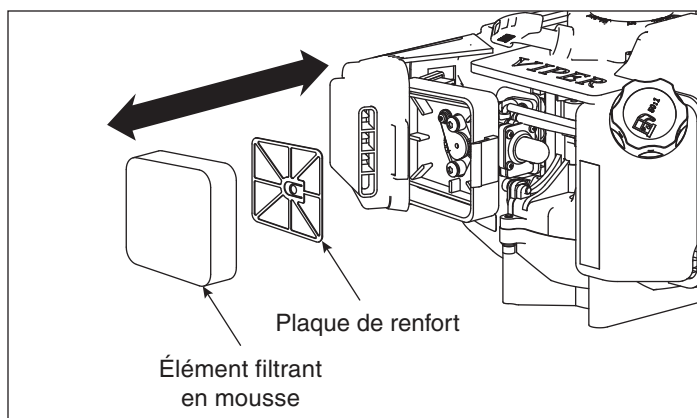

Figure 7
4. Sortir l'élément filtrant en mousse (**VOIR FIGURE 7**) et le remplacer par un filtre neuf huilé ou nettoyer le filtre en mousse d'origine dans de l'eau chaude et du savon doux. Penser à huiler soigneusement le filtre en mousse avec de l'huile moteur d'indice 30 ou 40 et essorer tout excédent d'huile.